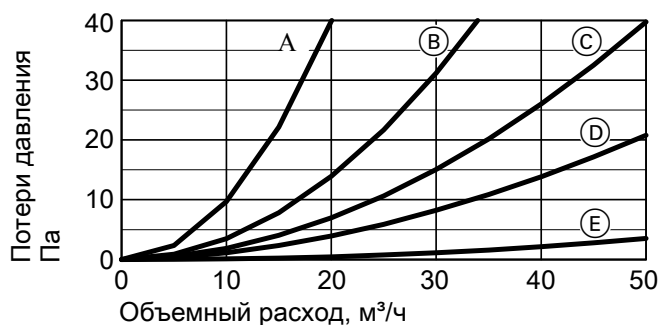

Рис. 107 Кривые потерь давления для различных размеров заслонки (А - Е)
1. Обрезать заслонку в соответствии с результатами расчета объемного расхода воздуха. См. диаграмму потерь давления (рис. 107).